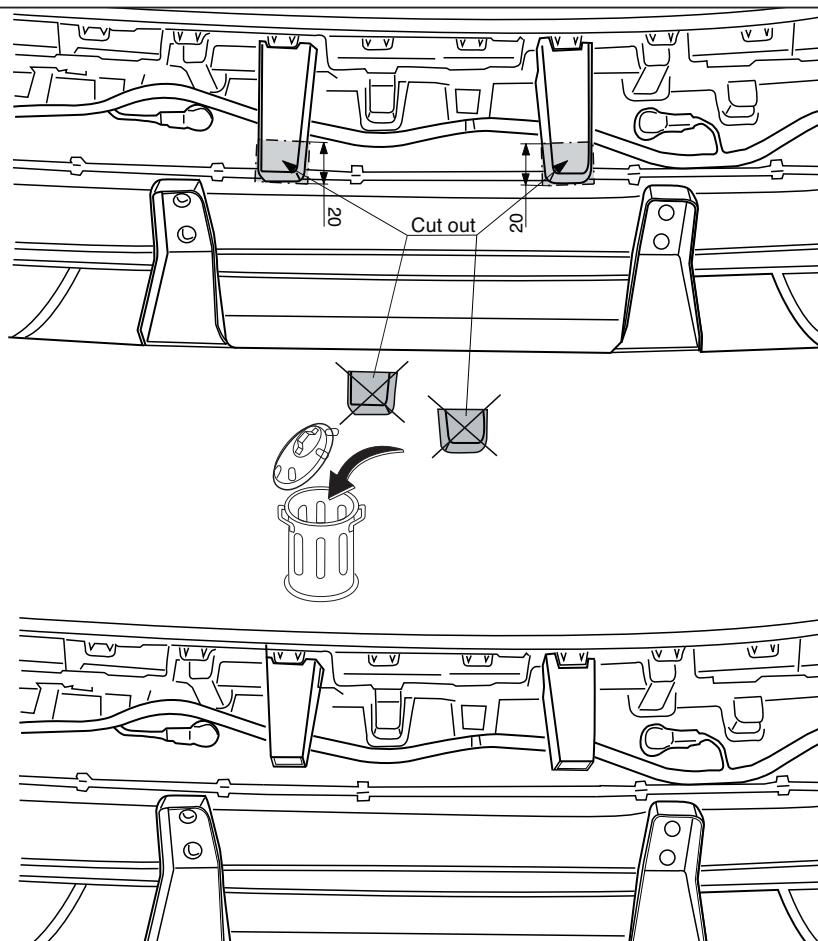

Fig.3
10. Gemäß Fig. 3, die angegebenen Stücke aus der Stoßstangeninnenverkleidung heraussägen.
- 11. S'assurer la partie du pare-chocs indiquée avec le gabarit. (Placer sur les fig.3.)
10. Såga de markerade delarna ur stötfångaren innanmåtet.. Se fig. 3.
10. Sav ifølge fig. 3 de markerede dele ud af kofangerinderstyket.
10. Serrar las partes indicadas en las fig. 3 el arnazon interio del paracochues.
- Segare via dal l'anima del paraurti le parti indicate nelle fig. 3.
- Stosując się do rys. 3. wyciąć zaznaczoną część z wewnętrznej strony zderzaka.